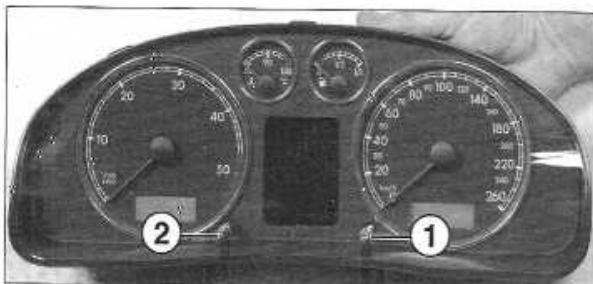

FIGURE 9-18
- Appuyer sur le bouton de réinitialisation du compteur partiel (1) et mettre simultanément le contact (figure 9-18).
- Tourner vers la droite le bouton de réglage de l'heure (2), le type d'entretien affiché sur l'écran de compteur kilométrique est réinitialisé (remis à zéro) et l'indication « — » (3 tirets) s'affiche (figure 9-18).